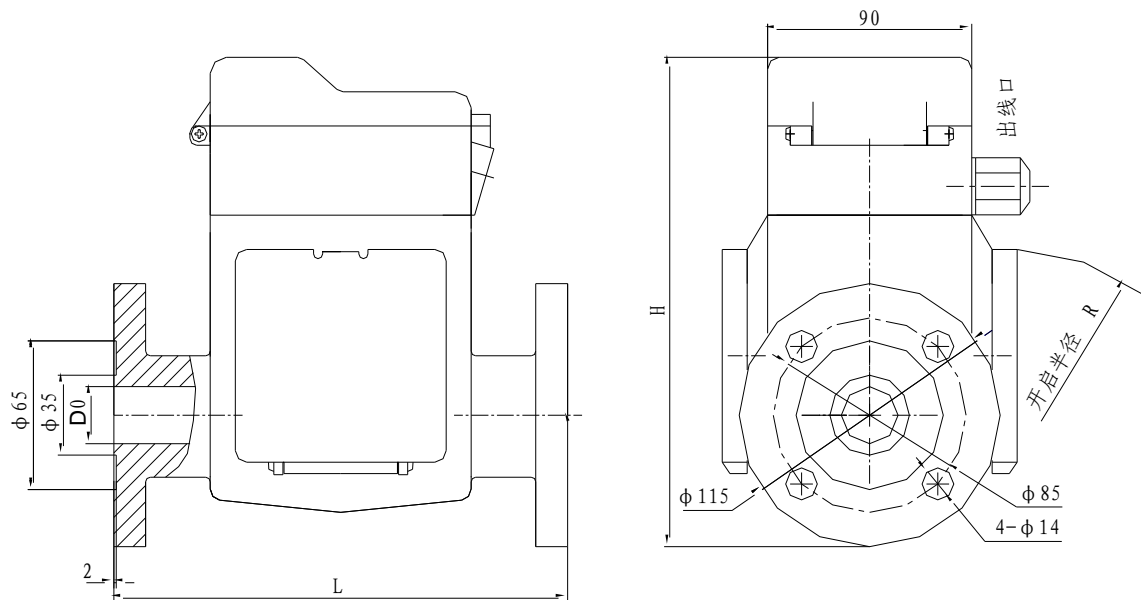
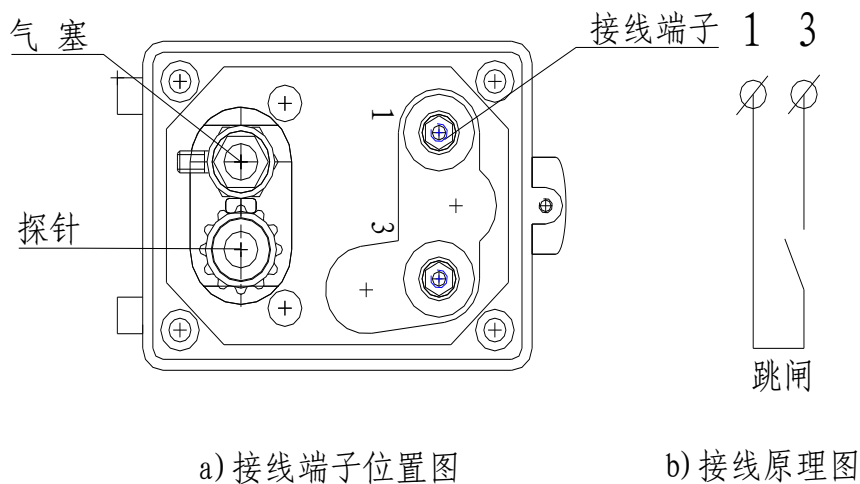

图 3：QJ4-25、QJ4G-25、QJ6-25 型气体继电器外形图
图5: QJ4G-25型接线图
QJ-25 型继电器外形尺寸如图 3 所示，尺寸见表 2。
5. 1. 4 电气接线如图 3~图 5 所示。